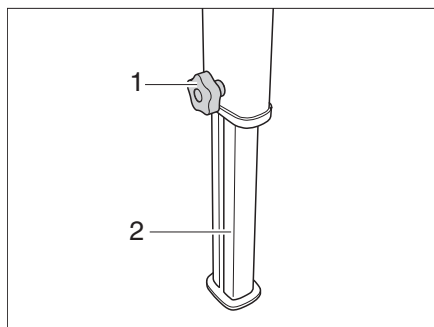

Fig. 37 Tavolo sospeso con piede telescopico (opzionale)
- Svitare la vite con manopola a crociera (Fig. 37,1).
- Regolare il piede telescopico (Fig. 37,2) portando il piano del tavolo in posizione orizzontale.
- Avvitare la vite con manopola a crociera (Fig. 37,1).